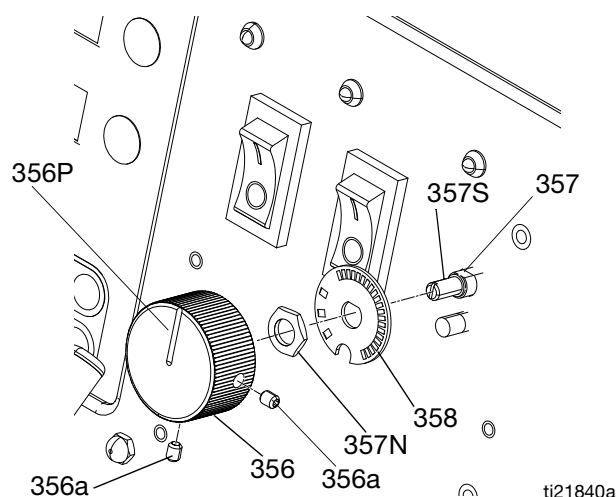

FIG. 9 Mando de función/potenciómetro
4. Consulte la FIG. 9. Quite los dos tornillos de fijación (356a) y saque el mando de función (356) del eje del potenciómetro (357).
5. Retire la tuerca (357N) y la placa de retención (358).
6. Instale el nuevo potenciómetro (357) siguiendo el orden inverso. Coloque el potenciómetro de forma que la ranura (357S) esté en posición horizontal. Ponga el mando (356) de forma que el puntero (356P) apunte hacia arriba. Instale el mando en el eje de forma que la ranura (357S) se acople con el pasador de alineación del mando. Empuje el mando en el eje contra el muelle de retención antes de apretar los tornillos de fijación (356a).